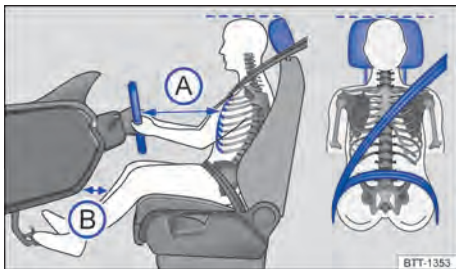

Fig. 18 Distancia correcta del conductor con relación al volante, posición correcta de la banda del cinturón de seguridad y ajuste correcto del apoyacabezas.
- Ajustar el asiento de modo que la distancia entre el volante y el tórax sea como mínimo de 25 cm → fig. 18 (A) y que el conductor pueda sujetar el volante del borde exterior con las dos manos y los brazos ligeramente flexionados.
- Ajustar el asiento del conductor de manera longitudinal para que los pedales se puedan accionar con las piernas ligeramente dobladas y la distancia entre el área de la rodilla y el tablero de instrumentos sea de al menos 10 cm → fig. 18 (B).
- Ajustar el apoyacabezas para que su borde superior se encuentre preferentemente en la misma línea de la parte superior de la cabeza → fig. 18 – pero no por debajo de la altura de los ojos. Posicionar la parte posterior de la cabeza lo más cerca posible del apoyacabezas.